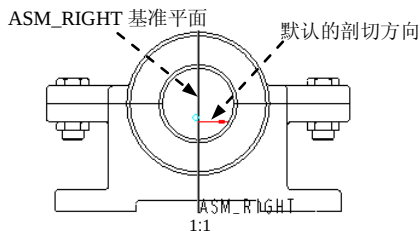

图 3.12.38 定义剖切方向
(1) 双击主视图，系统弹出“绘图视图”对话框。
(2) 选取 **类别** 区域中的 **截面** 选项，在 **截面选项** 区域中选中 **2D 横截面** 单选项，将 **模型边可见性** 设置为 **总计**，然后单击 **+** 按钮，在 **名称** 下拉列表选取剖截面 **A**（A 剖截面为偏距截面，在零件模型环境中已创建），在 **剖切区域** 下拉列表选取 **半倍** 选项。
(3) 在图形区选取“ASM\_RIGHT”基准平面，此时视图如图 3.12.38 所示，采用系统默认的剖切方向。